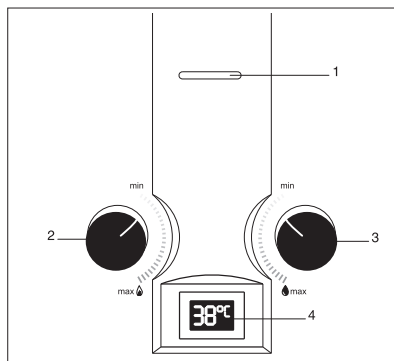

Рис. 3
Поверните регулятор мощности (см. рис. 3) на требуемый уровень мощности. Регулятор мощности может использоваться для предварительной плавной регулировки производительности в диапазоне от 50% до 100% от номинального значения.
Изменение температуры протока осуществляется с помощью регулятора протока воды (см. рис. 3).
- Снимите рукоятки регулировок протока и мощности со стержня (рис. 3).